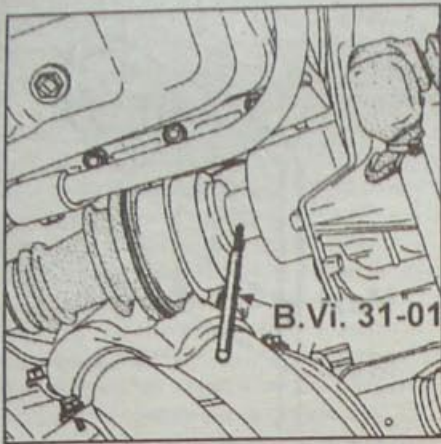

Рис. 6.8. Использование бородка B.Vi.31-01 для выбивания упругого штифта правого приводного вала
- Выбейте упругий штифт правого приводного вала (рис. 6.8).